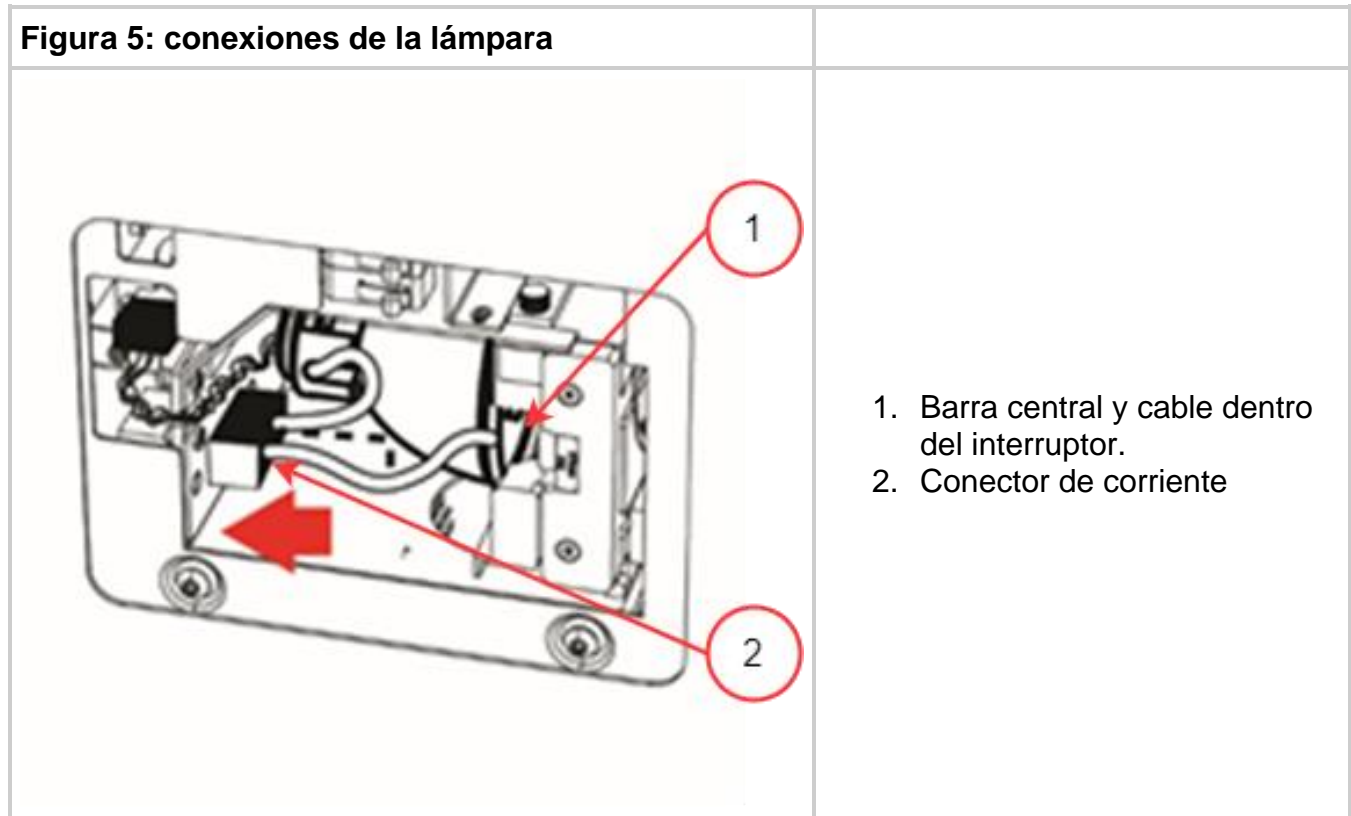

Figura 3-7 Conexiones de la lámpara (2)
1. Localice el conector de corriente con dos cables que se muestra en la **figura 3-7** y conéctelo a su par situado en la parte lateral de la pared del portalámparas.